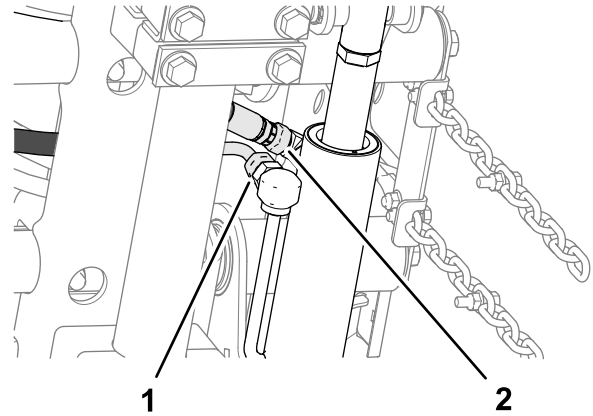

Figura 16
2. Alinee un espaciador entre la placa del bastidor y la placa de montaje (**Figura 16**), y ensamble provisionalmente las placas y el espaciador con un perno de cuello cuadrado ($\frac{3}{8}$ " x $1\frac{1}{4}$ ") y una contratuerca con arandela prensada ($\frac{3}{8}$ ").